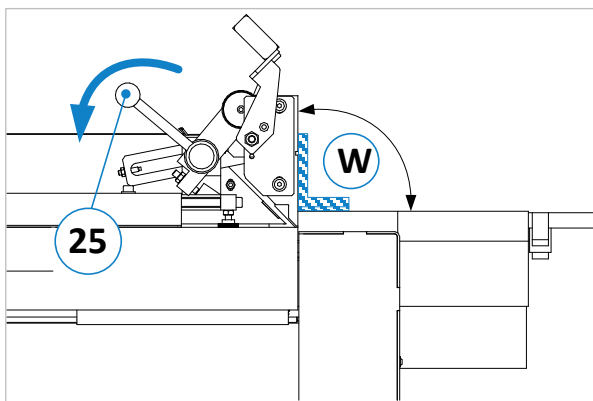

Abbildung 38: Winkel 90 Grad überprüfen
1. Schlagen Sie im geklemmten Zustand (**24**) bei Ausgangsposition 0 einen 90°-Anschlagswinkel (**W**) an den Abrichtanschlag an (siehe $\Rightarrow$ Abbildung 38) $\rightarrow$ hat der Winkel nicht exakt 90°, muss er nachjustiert werden.
3. Um zu kontrollieren, ob Sie die in die richtige Richtung drehen, drücken Sie den Stellhebel (**25**) - wie in $\Rightarrow$ Abbildung 38 gezeigt - mit Kraft ganz nach hinten (bis zum Anschlag, das Lineal muss sich hierbei leicht anheben) und schließen Klemmhebel (**24**). Vorgänge 1. und 2. so lange wiederholen, bis der Winkel stimmt.